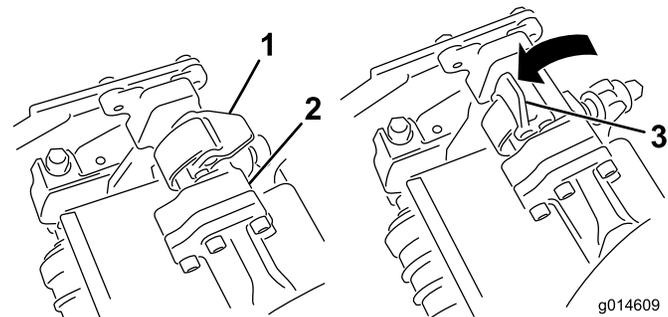
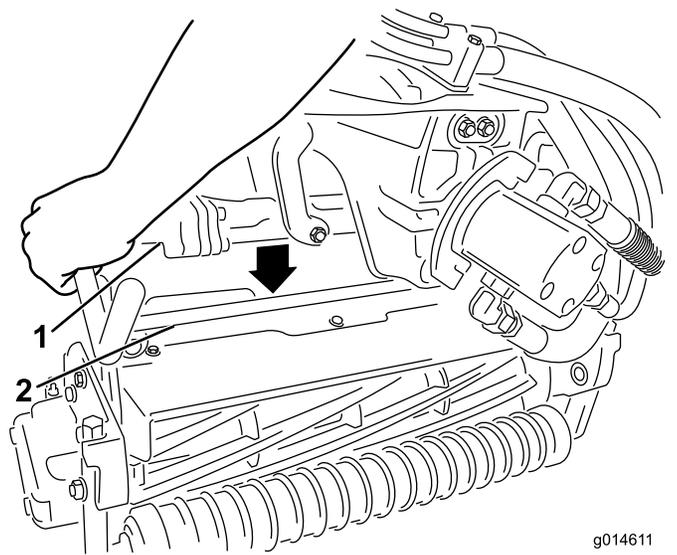

图33
图34
4. 当悬挂臂杆上的闩锁指向上方（即打开）时（图33），向下压悬挂臂，使悬挂臂杆与滚刀组顶部的横杆相契合（图34）。
5. 向下并绕着滚刀组横杆关闭闩锁，将它们锁定到位（图33）。
5. 打开您正在拆下的滚刀组悬挂臂上的闩锁（图33）。